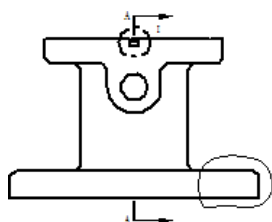

图 4.7.40 剖切范围
(1) 选择命令。选择 **主页** 选项卡 **图纸视图** 区域中的  **局部剖** 命令，系统弹出“局部剖”命令条。
(2) 在系统**选择图纸视图以绘制轮廓**的提示下, 在图形区选择主视图进入局部剖轮廓绘制环境。绘制图 4.7.40 所示的封闭曲线作为剖切范围, 然后单击“关闭局部剖”按钮返回到前一个环境, 此时“局部剖”剖切范围显示如图 4.7.40 所示。